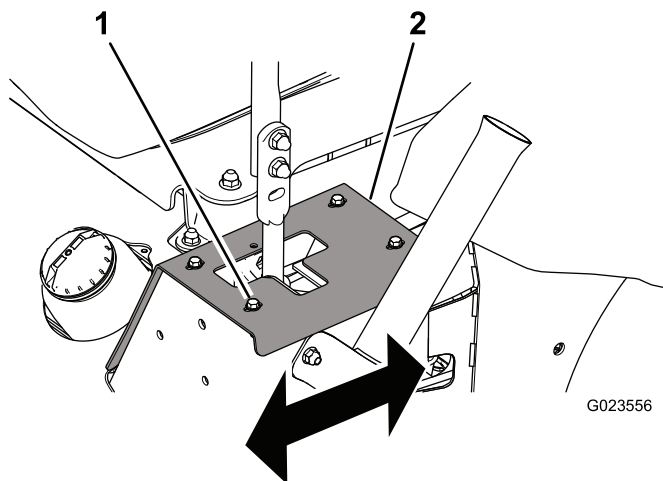

Figura 55
- Se procede verso destra, allentate i bulloni e regolate la piastra della battuta sinistra all'indietro fino a che la macchina non procede dritto (Figura 55).
- Se procede verso sinistra, allentate i bulloni e regolate la piastra della battuta destra all'indietro fino a che la macchina non procede dritto (Figura 55).
- Serrate i bulloni per fissare la piastra della battuta (Figura 55).